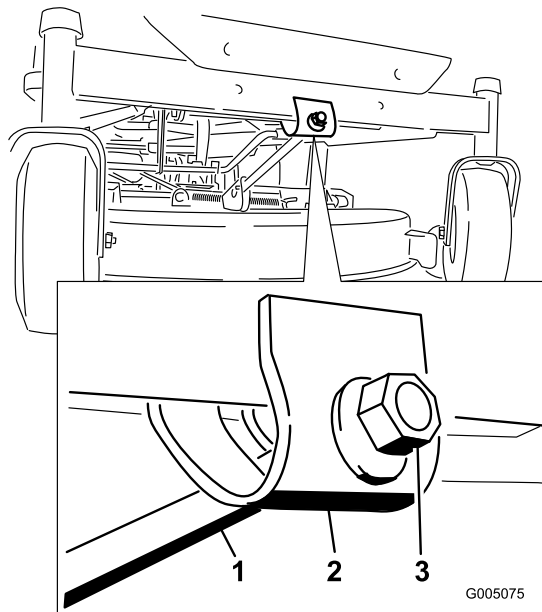

Figura 43
7. Para ajustar la inclinación longitudinal, gire la tuerca de ajuste de la parte delantera del cortacésped (Figura 43).